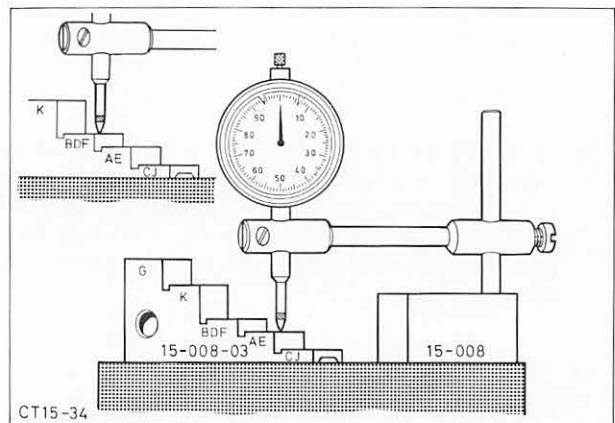

Abb. 70 Meßuhr auf „0“ stellen
22. Meßuhr aus dem Halter entfernen und in Meßblock 15-008 montieren. Meßblock mit Meßuhr auf eine geschliffene Fläche setzen und mit Hilfe des Stufenblocks 15-008-3 auf „0“ stellen. Abb. 70.
Auf dem Stufenblock sind jeweils unter den einzelnen Stufen die Buchstaben der Hinterachscod eingraviert (Abb. 70). Vor der Messung der „A“- bzw. „B“-Hinterachse muß die Meßuhr auf den entsprechenden Stufen des Meßblockes auf „0“ gestellt werden.